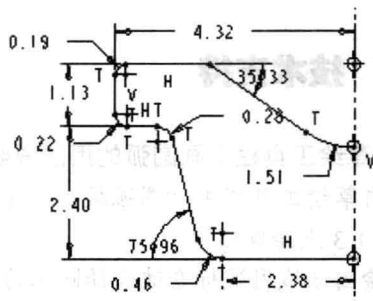

图 1-29 标注尺寸
8) 标注尺寸。单击工具条中的“标注尺寸”按钮，选择要标注尺寸的地方进行尺寸标注，单击鼠标中键结束，如图 1-29 所示。